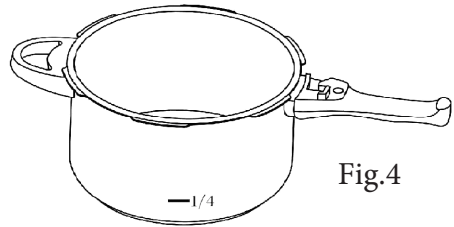

Fig.4
- Менее $2/3$ высоты емкости для продуктов, которые не увеличиваются в объеме, таких как мясо, овощи и др. (рис. 4);